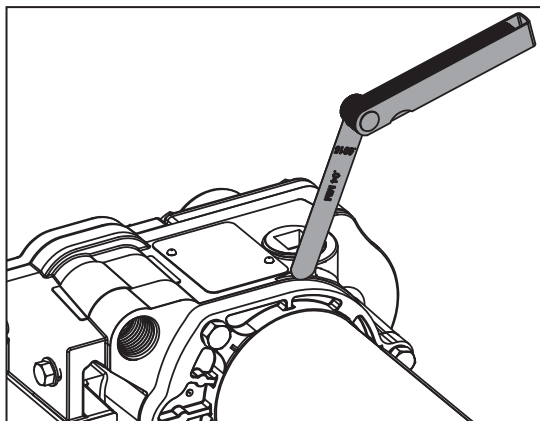

Figure 12
8. Serrer le moteur sur le carter de la pompe. Vérifier si l'installation est correcte en utilisant une cale d'épaisseur de 0,04 mm (0,0015 po) autour de la bride du moteur (voir Figure 12). La cale ne doit pas s'insérer entre la bride et le carter.